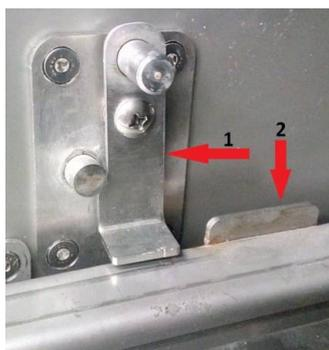

Figura 1
Antes de colocar as macas observe a Figura 1, a chaveta (1) deve estar para baixo travando a lingueta do trilho (2). Para colocar ou retirar as macas o trilho deve estar recolhido e travado conforme a Figura 1 independente da maca ser colocada manualmente ou com auxílio do carro pantográfico.